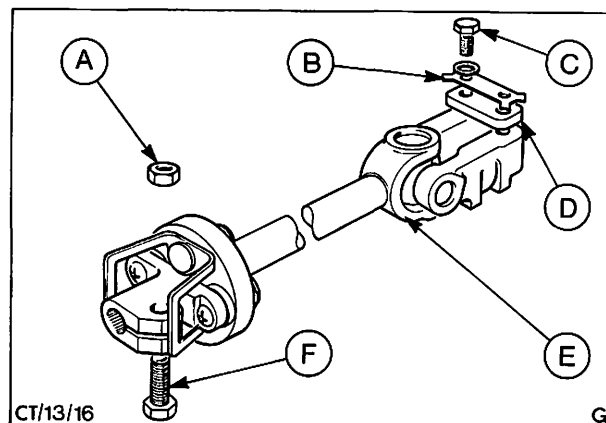

Abb. 78 A = Kreuzgelenk
1. Motorhaube öffnen und Kotflügelschoner auflegen. Batteriekabel abklemmen. Nasen des Sicherungsblechs der Klemmplatte aufbiegen, beide Klemmschrauben lösen und Klemmplatte entfernen, Abb. 78.